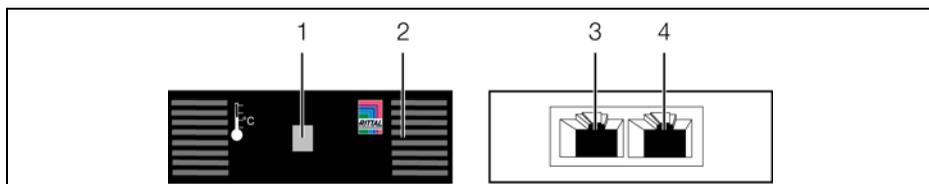

Рис. 3: Элементы индикации, штекеры и разъемы
Элементы управления и индикации показаны на рис. 3.
Обозначения на рис. 3
- Соедините датчик температуры кабелем CAN-Bus с CMC III PU или соседними элементами в шине CAN-Bus (рис. 3, поз. 3, 4).